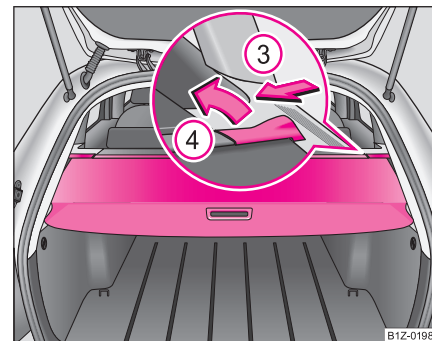

Fig. 85 Maletero:
- Para transportar equipaje voluminoso se puede desmontar la cubierta del maletero. Inserte la pieza desplazable, por el lado, en el sentido de la flecha ③ y saque la cubierta del maletero en el sentido de la flecha ④ ⇒ página 103, fig. 85.